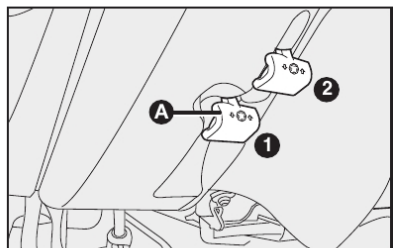

fig. 16
- 1) deslocar a alavanca **A** para a posição **2**-fig. 16;